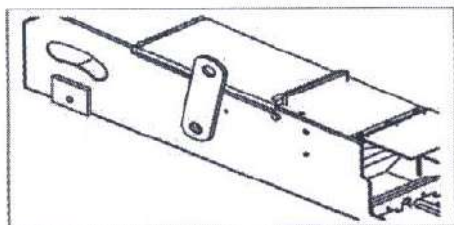

Рисунок 1
4. Извлеките зажим трубы из упаковки посредством троса, прикрепленного к нему (см. Рис. 1).